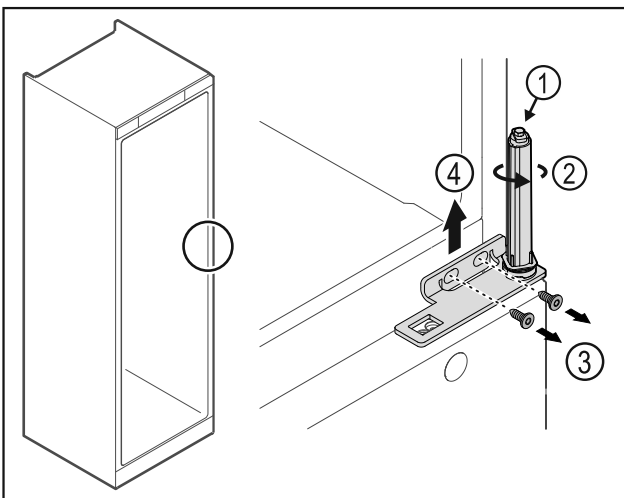

Fig. 24
- ▶ Türschließsystem Fig. 24 (1) nicht zerlegen.
- ▶ Schließsystem Fig. 24 (2) drehen, bis es klickt.
- ▶ Schrauben Fig. 24 (3) lösen, Scharnierwinkel Fig. 24 (4) nach oben abnehmen.